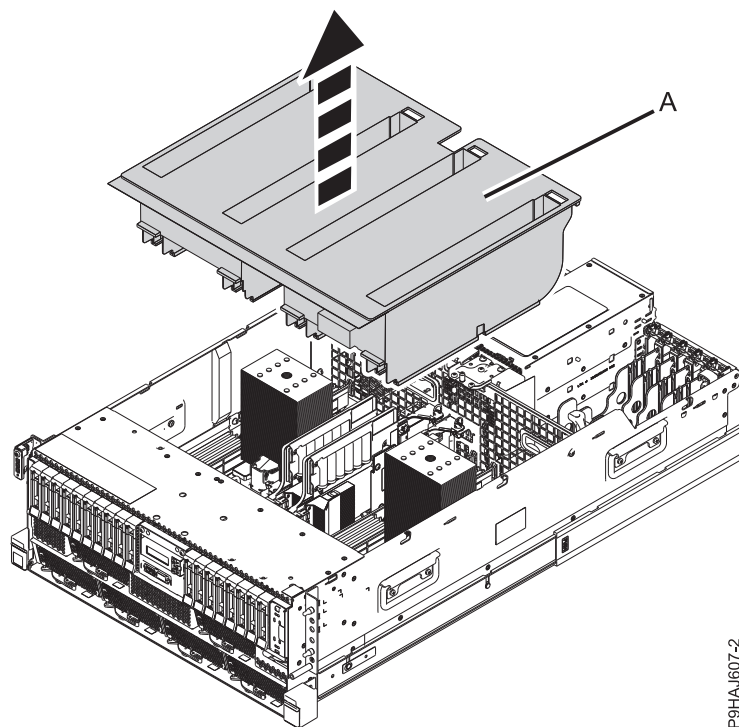

Figura 2. Extracció del deflector d'aire d'un sistema muntat en bastidor
2. Per un sistema muntat en bastidor, aixequen el deflector d'aire **(A)** tal com es mostra a Figura 2 a la pàgina 5. Per un sistema autònom, traieu el deflector d'aire **(A)** tal com es mostra a Figura 3 a la pàgina 5.